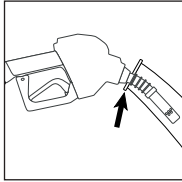

Ilustración 8
• **Solución:** Asegúrese de que la pistola surtidora esté colocada correctamente en el tubo de llenado. El líquido debe cubrir el puerto de cierre en el extremo inferior del tubo de descarga para que la pistola surtidora se cierre automáticamente. (Vea la ilustración 8)